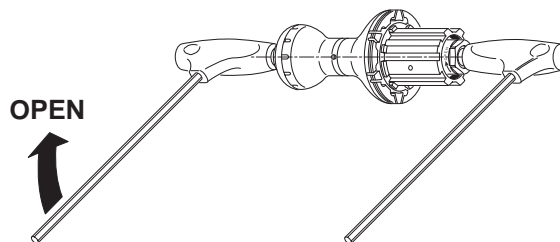
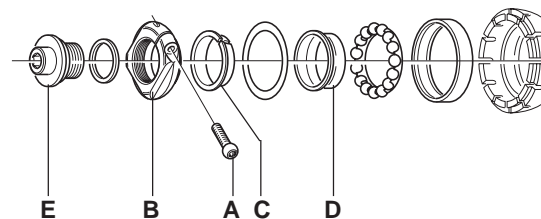
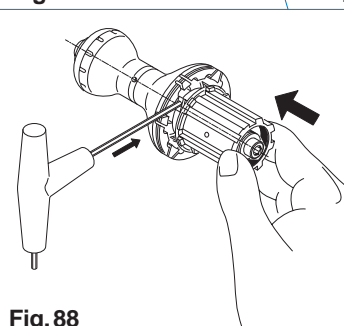

Fig.80
Fig.81
Fig. 88
- Svitare il dado (E - Fig. 81) con la chiave a brugola da 5mm inserita a fondo e contrastando la rotazione del perno con l'altra chiave a brugola inserita a fondo nell'estremità opposta del perno (Fig. 80).
- Allentate di 3 giri la vite (A) con la chiave a brugola da 2.5 mm inserita a fondo, svitate e rimuovete la ghiera (B).
- Premete il perno verso il corpo mozzo, così facendo il corpetto ruota libera esce dalla sua sede; estraete l'assieme perno-corpo RL e rimuovete l'anello (C), i coni (D), la guarnizione (prestando attenzione a non rovinarla) e i cuscinetti a sfere.
- Unscrew the nut (E - Fig. 81) with a fully inserted 5 mm Allen wrench; counter the rotation of the axle with another Allen wrench fully inserted on the opposite end of the axle itself (Fig. 80).
- Slacken screw (A) three (3) turns with a fully inserted 2.5 mm Allen wrench; unscrew and remove the locking (B).
- Push the axle towards the hub body so that the freewheel body is released from its seat; slide out the axle-freewheel body set, remove the ring (C), the cones (D), the gasket (taking care not to damage it) and the ball bearings.
- Die Mutter (E, Abb. 81) mit dem tief eingeführten 5 mm Inbusschlüssel lockern. Dabei der Rotation der Achse mit einem zweiten Inbusschlüssel entgegenwirken, der auf der anderen Seite der Achse tief eingeführt wird (Abb. 80).
- Mit einem 2,5 mm tief eingeführten Inbusschlüssel die Schraube (A) mit 3 Drehungen lockern, die Einstellbuchse (B) los-schrauben und abnehmen.
- Die Achse zum Nabenkörper hin drücken, so daß der Freilaufkörper aus seinem Sitz gedrückt wird; die Einheit Achse-Freilaufkörper herausziehen und den Ring (C), die Konen (D), die Dichtungen (darauf achten, diese nicht zu beschädigen) und die Kugellager abnehmen.
- Den Freilaufkörper zur Nabe hinführen und diesen an die Nabe gedrückt halten, die drei Klinken einzeln mit dem Inbusschlüssel in die Innenverzahnung der Nabe einsetzen und den Freilaufkörper tief in seinen Sitz (Abb. 88) einführen.
- Die Führungsbuchse des Schnellspanners (E) mit einem Drehmomente von 12 N.n. - 8.8 lb.ft. anziehen.
- Dévissez l'écrou (E - Fig. 81) avec la clé à six pans de 5mm insérée à fond et en empêchant la rotation de l'axe avec l'autre clé à six pans insérée à fond dans l'extrémité opposée de l'axe (Fig. 80).
- Desserrez de 3 tours la vis (A) avec la clé à six pans de 2.5 mm insérée à fond, dévissez et enlevez la bague (B).
- Appuyez l'axe vers le corps moyeu, ainsi le corps roue libre sort de son logement; extrayez l'ensemble axe-corps RL et enlevez la bague (C), les cônes (D), le joint (en veillant à ne pas l'abîmer) et les roulements à billes.
- Approchez la roue libre du moyeu et maintenez-la appuyée contre celui-ci, abaissez un à un les trois cliquets avec la clé à six pans et introduisez la roue libre à fond dans son logement (Fig. 88).
- Serrez l'écrou de blocage (E) avec un couple de serrage de 12 N.m. - 8.8 lb.ft.
- Desenroscar la tuerca (E - Fig.81) con la llave hexagonal de 5mm metida hasta el fondo y obstaculizar la rotación del eje con la otra llave hexagonal metida hasta el fondo en el extremo contrario del eje (Fig. 80).
- Aflojar el tornillo con 3 giros (A) con la llave hexagonal de 2.5 mm metida hasta el fondo, desatornillar y quitar la virola (B).
- Apretar el eje hacia el cuerpo del buje, de esta forma el cuerpo de la rueda libre sale de su asiento; extraer el grupo perno-cuerpo RL y quitar el anillo (C), los conos (D), la junta (con cuidado, para no estropearla) y los cojinetes de bolas.
- Acercar la rueda libre al buje y mantenerla apretada a éste, bajar las tres carracas una a la vez con la llave hexagonal, y meter la rueda libre hasta el fondo en su asiento (Fig. 88).
- Apretar la tuerca de bloqueo (E) con par de torsión de 12 N.m. - 8.8 lb.ft.
- Draai de borgmoer (E - fig. 81) los met een 5 mm imbussleutel; hou de as vast met een andere imbussleutel aan het andere einde van de as (fig. 80).
- Langzaam schroef (A) 3 slagen losdraaien met een 2.5 mm imbussleutel; draai de borgmoer los en verwijder hem (B).
- Druk de as door de naafbody zodat de cassettebody vrijkomt; verwijder het rechter asbody deel, verwijder ring, conus (D), verwijder de pakking (let op voor beschadiging) en de kogellagers.
- Draai de borgmoer (E) vast met een kopel van 12 Nm.
• Accostate la ruota libera al mozzo e tenetela premuta ad esso, abbassate uno ad uno i tre cricchetti con la chiave a brugola e inserite la ruota libera a fondo nella sua sede (Fig. 88).
• Place the freewheel on the hub and hold it in position; lower the three pawls one by one with the Allen wrench and fully insert the freewheel in its seat (Fig. 88).
• Den Freilaufkörper zur Nabe hinführen und diesen an die Nabe gedrückt halten, die drei Klinken einzeln mit dem Inbusschlüssel in die Innenverzahnung der Nabe einsetzen und den Freilaufkörper tief in seinen Sitz (Abb. 88) einführen.
• Approchez la roue libre du moyeu et maintenez-la appuyée contre celui-ci, abaissez un à un les trois cliquets avec la clé à six pans et introduisez la roue libre à fond dans son logement (Fig. 88).
• Acercar la rueda libre al buje y mantenerla apretada a éste, bajar las tres carracas una a la vez con la llave hexagonal, y meter la rueda libre hasta el fondo en su asiento (Fig. 88).